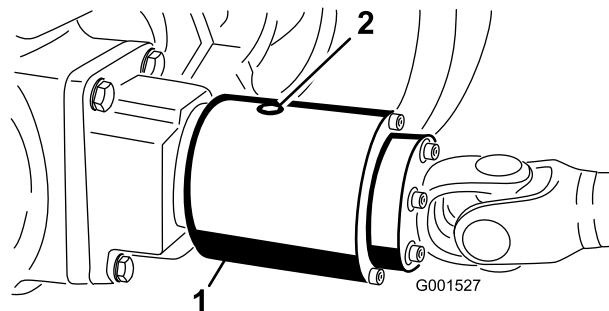

Figura 29
2. Rode a embraiagem (Figura 29) de modo a que o tampão de verificação esteja na posição das 4 horas.